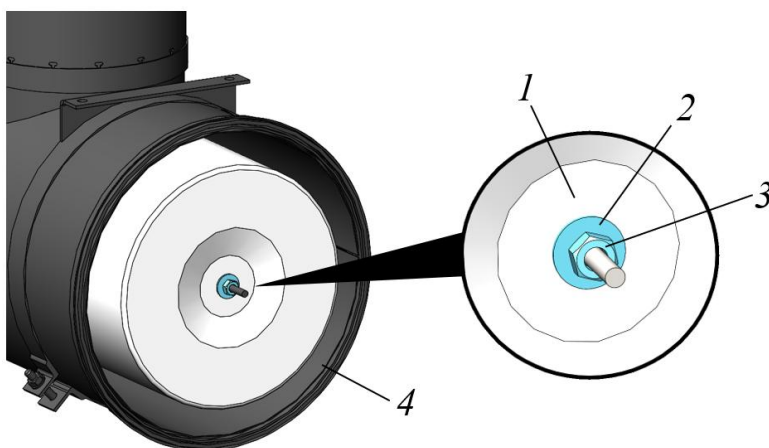

Рисунок 5.17. Процедура извлечения из корпуса основного фильтра
- Ключом  на 17, открутить гайку крепления фильтра 3, снять шайбу 2 и извлечь из корпуса основной фильтрующий элемент 1, рис. 5.17.
- Установить основной фильтрующий элемент 1 в корпус фильтра 4, зафиксировать фильтр в корпусе используя шайбу с гайкой, рис. 5.17.